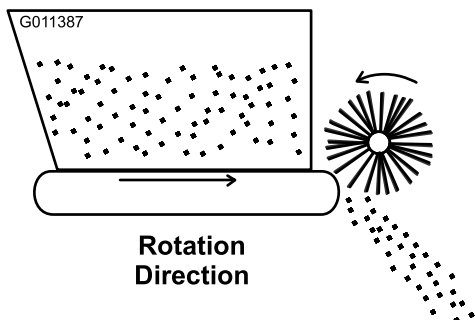

Figura 18
4. Inicie o motor do veículo e a rotação de testes da correia e escova. Coloque a alavanca hidráulica remota do veículo na posição RUN. A rotação deve ser como a mostrada na Figura 18. Se a rotação estiver a retroceder, os acopladores rápidos precisam de ser invertidos.